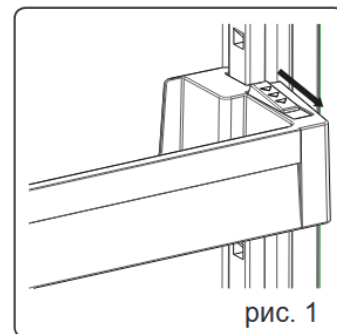

рис. 1
- Підтримуйте нижню частину полиці та витягніть кнопки з боків полиці у напрямку, вказаному стрілкою (рис. 1).